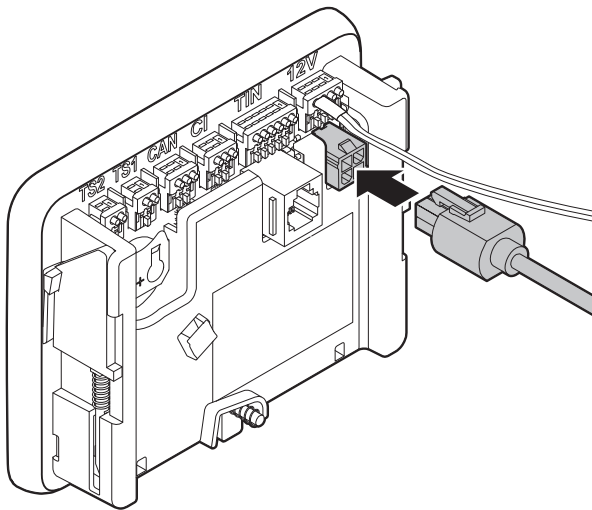

Abb. 6
- Ein Stecker des Kabels an den 12 V-Anschluss des Panels einstecken (Abb. 6).